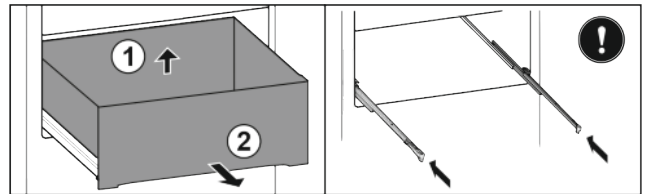

Fig. 26*
- ▶ Schubfach hinten anheben Fig. 26 (1).*
- ▶ Nach vorne entnehmen Fig. 26 (2).*